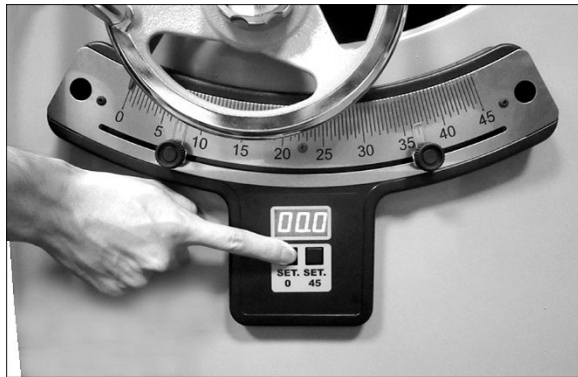

Figura 8-13
3. Si la hoja de la sierra está relativamente cerca de 0°, fije la hoja exactamente en 0° y oprima el botón "SET 0". La lectura mostrará 0.00. Vea la Figura 8-13.